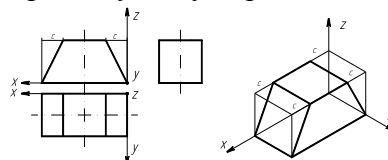

Рис. 8. Чертёж и изометрия параллелепипеда с отсечёнными углами.
3. На этом этапе отсечём верхние углы у параллелепипеда (Рис. 8).